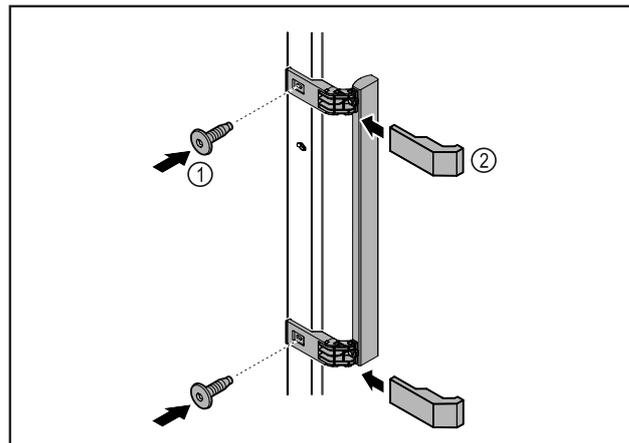

Fig. 3
- ▶ Upevnite držadlo z príslušenstva na dvere pomocou priložených skrutiek Fig. 3 (1).
- ▶ Nasad'te kryt Fig. 3 (2).